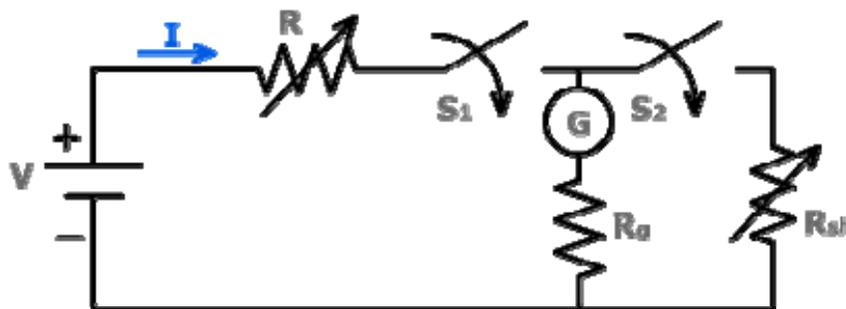

Figura 4.4
- e. Para medir la resistencia interna del galvanómetro R_g instale el circuito de la figura 4.4, donde R , V , G , y R_g ya han sido descritos anteriormente y R_{sh} (Resistencia shunt ó puente) es un reóstato que permite medir indirectamente la resistencia del galvanómetro; S_1 y S_2 que funcionan como interruptores son dos conductores que se interrumpen. Con el interruptor S_1 cerrado y el S_2 abierto lleve la aguja del galvanómetro nuevamente a la posición de plena escala.